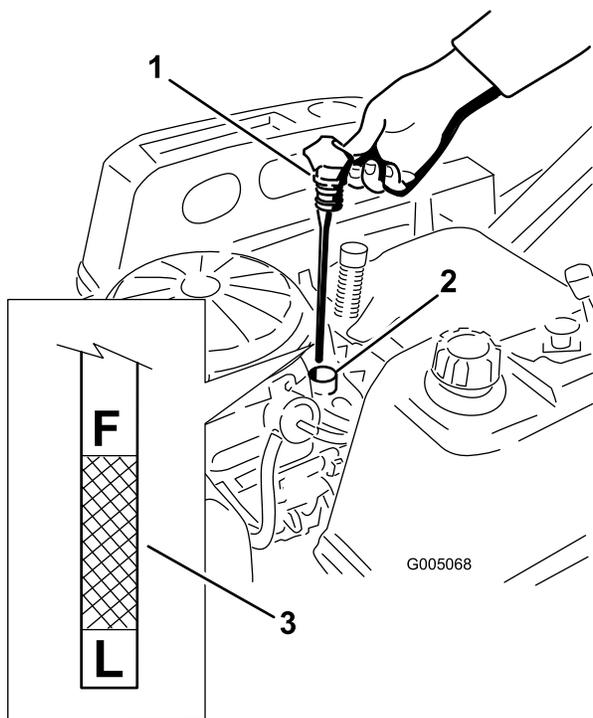

Bild 25
5. Nehmen Sie den Peilstab heraus und prüfen Sie den Ölstand (Bild 25).
6. Nehmen Sie die Ablassschraube ab (Bild 26). Nehmen Sie den Öleinfüllstutzenschraubendeckel/Peilstab ab (Bild 25).
13. Gießen Sie ca. 80 % der angegebenen Ölmenge langsam in den Einfüllstutzen (Bild 25).
14. Stecken Sie den Ölfülldeckel und Peilstab wieder fest ein (Bild 25).
15. Prüfen Sie den Ölstand (Bild 25); siehe „Prüfen des Ölstands“.
17. Stecken Sie den Ölfülldeckel und Peilstab wieder fest ein (Bild 25).